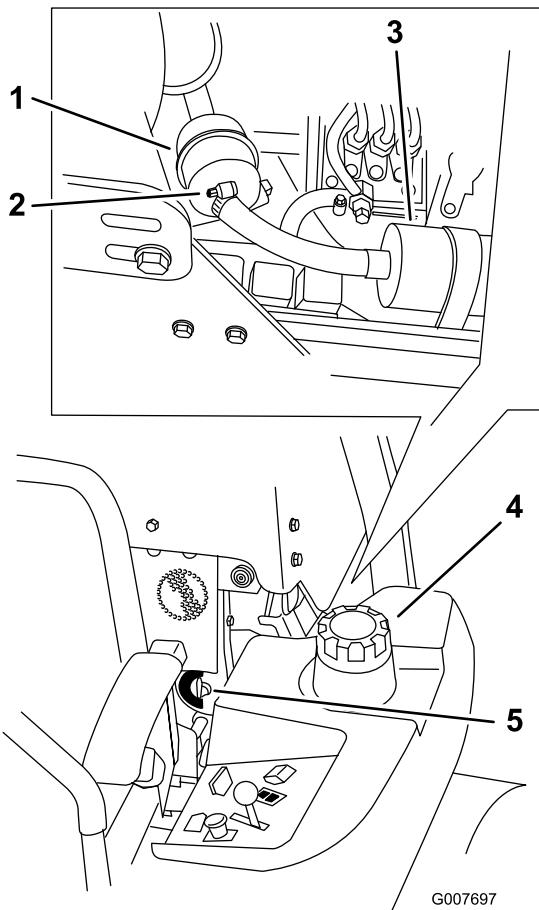

Figura 52
4. Feche a válvula de corte do combustível(Figura 52).
5. Desaperte os 2 dispositivos de braçadeira de tubo e desligue as tubagens do combustível do filtro do combustível (Figura 52).
6. Monte um novo filtro de óleo. Ligue os tubos de combustível ao filtro do combustível e coloque as braçadeiras (Figura 52).